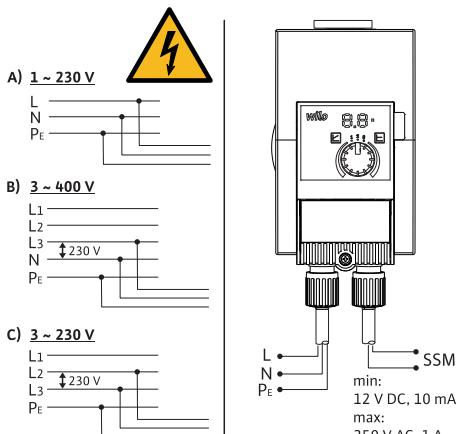

Fig. 3: Mogućnosti priključivanja
- Priključivati na niskonaponske mreže od 230 V. Pri povezivanju na IT mrežu (Isolet Terre oblik mreže) obavezno osigurati da napon između faza (L1-L2, L2-L3, L3-L1 → Fig. 3) ne prelazi 230 V. U slučaju greške (spoj sa uzemljenjem) napon između faza i PE ne sme da prelazi 230 V.